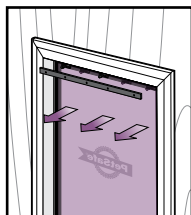

FIG. 14
2. Retire la varilla y el batiente de vinilo (Fig. 14).